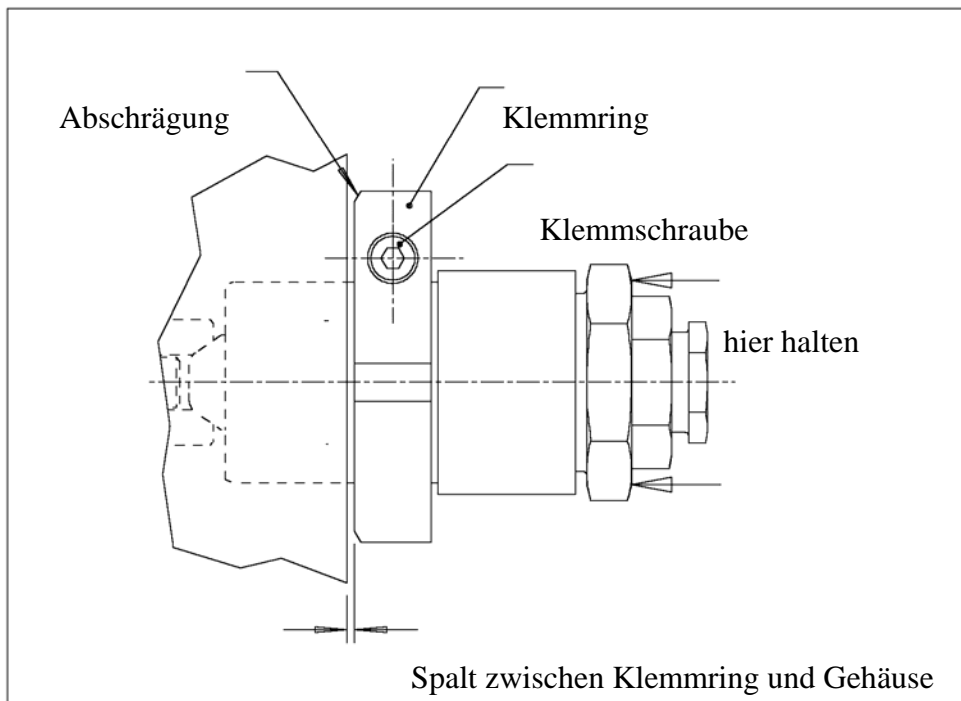

Bild.6 Einbau eines neuen Moduls
9.8) Stecken Sie das Modul in seinen Sitz und geben Sie ggf. einen leichten Schlag auf den Einstellring, um sicher zu sein, dass das Modul sich in dem Sitz und dem Gegenstück befindet. Siehe Bild 6. Nicht auf den Rückstellstift schlagen